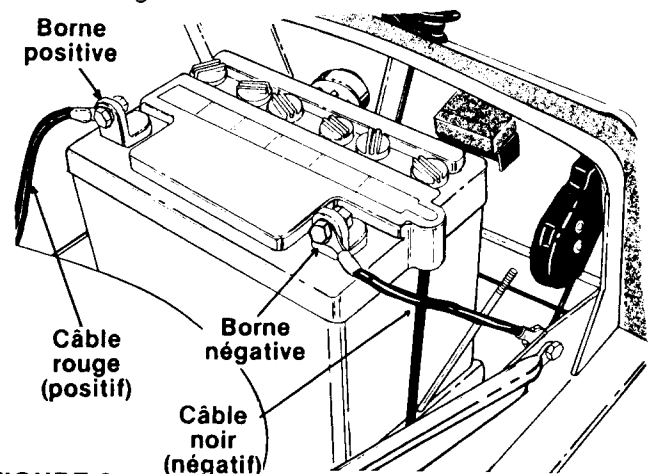
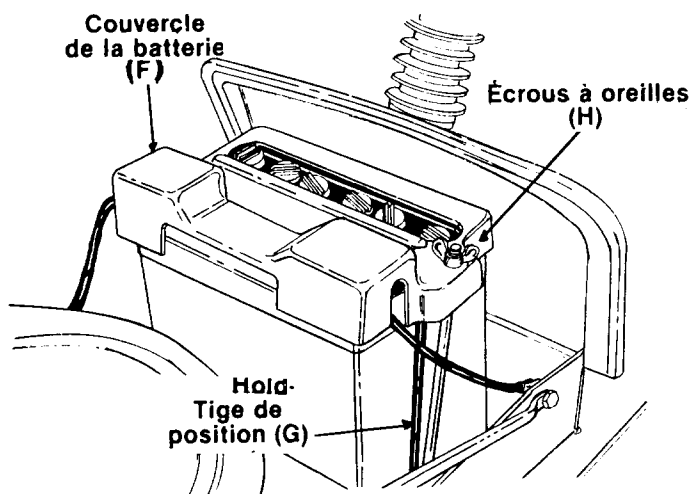

FIGURE 8
FIGURE 9
2. Placez la batterie sur le tracteur pour que la borne positive fasse face au côté droit de la machine. Voir la figure 8.
3. Placez le câble positif (rouge épais) sur la borne positive. Tixez avec un boulon de carrosserie (N), une rondelle-frein (P), et un écrou hex. (O).
4. Placez le câble négatif (noir épais) sur la borne négative. Fixez avec un boulon de carrosserie (N), une rondelle-frein (P), et un écrou hex. (O).
5. Accrochez l'une des tiges de retenue (G) sur le bord du support de la batterie, près de celle-ci. Voir la figure 8. Placez le couvercle de la batterie (F) sur la tige de retenue et maintenez-le avec un écrou à six pans (H). Installez l'autre tige de retenue de l'autre côté du couvercle, de la même façon. Voir la figure 9.